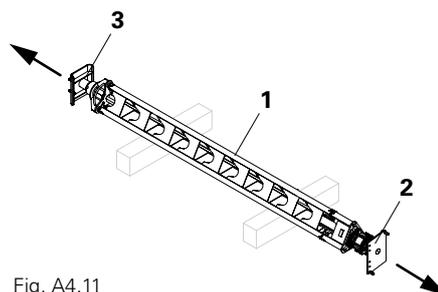

Fig. A4.11
1. Enrouler les bandes textiles autour du vérin de tête HDK (2) de l'étais de base (10a) pour empêcher tout glissement et lever légèrement avec l'élingue.
4. Retirer les étais tirant-poussant (5).
6. Desserrer le vérin de tête HDK (2) et le décintreur HDA (3) du segment d'étais HDS/HDSS (1). (Fig. A4.11)